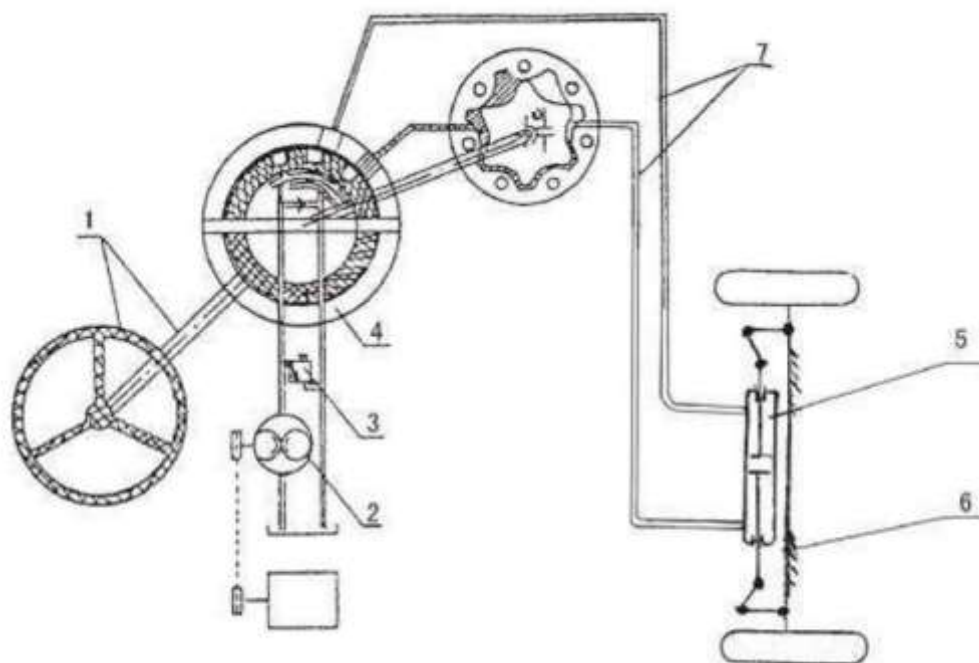
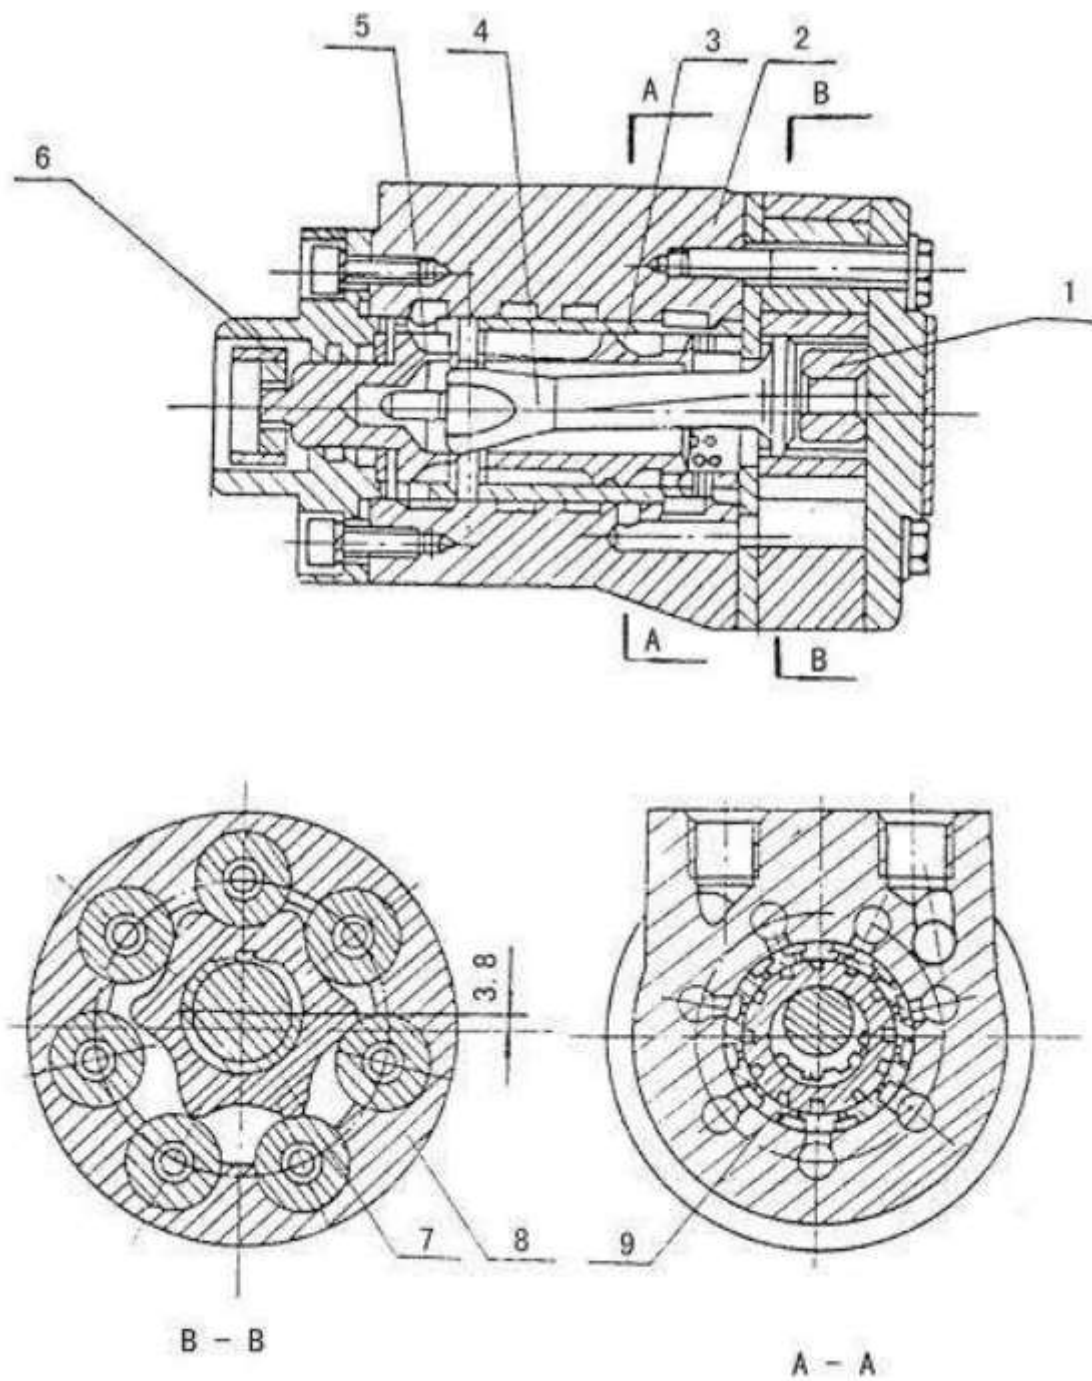

Рис. 6.2. Полностью гидравлическая система рулевого управления:
Рис. 6.3. Блок рулевого управления с усилителем с циклоидной передачей:
Блок рулевого управления это полностью гидравлический блок рулевого управления, который может передавать давление масла от делителя потока к цилиндру рулевого управления через маслопровод путем измерения. Объем масла меняется в соответствии с углом поворота ручного рулевого колеса. Когда двигатель останавливается, и масляный насос не может подавать масло, рулевое управление должно выполняться усилием человека. См. полностью гидравлическую систему рулевого управления на Рис. 6.2 и схему блока рулевого управления на Рис. 6.3.
6.1.5. Поиск и устранение неисправностей блока рулевого управления (см. Рис. 6.2).